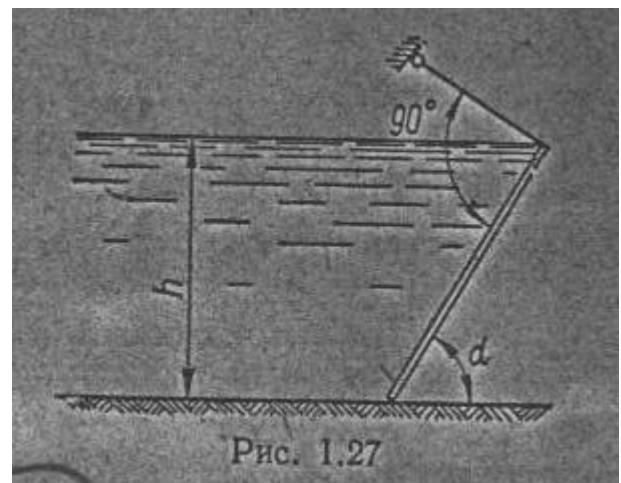

Рис. 1.27
14. Определить натяжение троса, удерживающего прямоугольный щит шириной $b = 2$ м при глубине воды перед щитом $h = 1,8$ м (рис. 1.27), если угол наклона щита к горизонту: а) $\alpha = 60^\circ$; б) $\alpha = 45^\circ$.